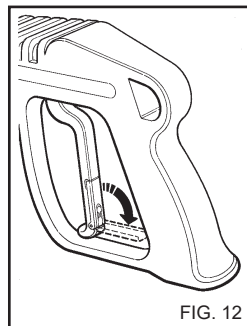

FIG. 12
- Quand le nettoyeur n'est pas utilisé bloquer le dispositif de sécurité de la poignée (fig. 12).